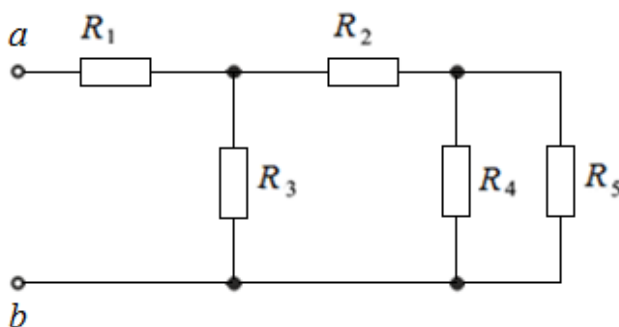

Рис. 69
2. Найти эквивалентное сопротивление на зажимах ab схемы электрической цепи (рис. 69), если $R_1 = 2,5 \text{ Ом}$; $R_2 = 2 \text{ Ом}$; $R_3 = 6 \text{ Ом}$; $R_4 = 1,5 \text{ Ом}$; $R_5 = 3 \text{ Ом}$.